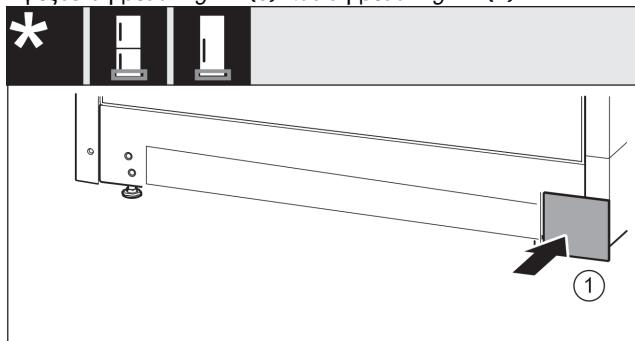

Fig. 22
- Τοποθετήστε ξανά το κάλυμμα Fig. 22 (1) στην άλλη πλευρά.